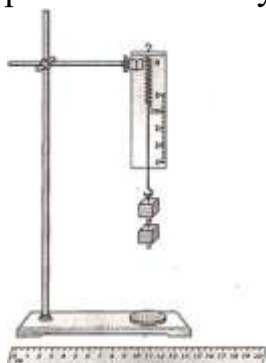

Рис. 1
3. Возьмите шар с большей массой, установите его у верхнего края наклонной части лотка. Отпустите шар и по отметке на листе белой бумаги определите его дальность полета в горизонтальном направлении. Опыт повторите три раза и найдите  $l_1$  (рис. 1). Результаты запишите в таблицу 1.
1. Соберите установку для эксперимента (см. рис.1).